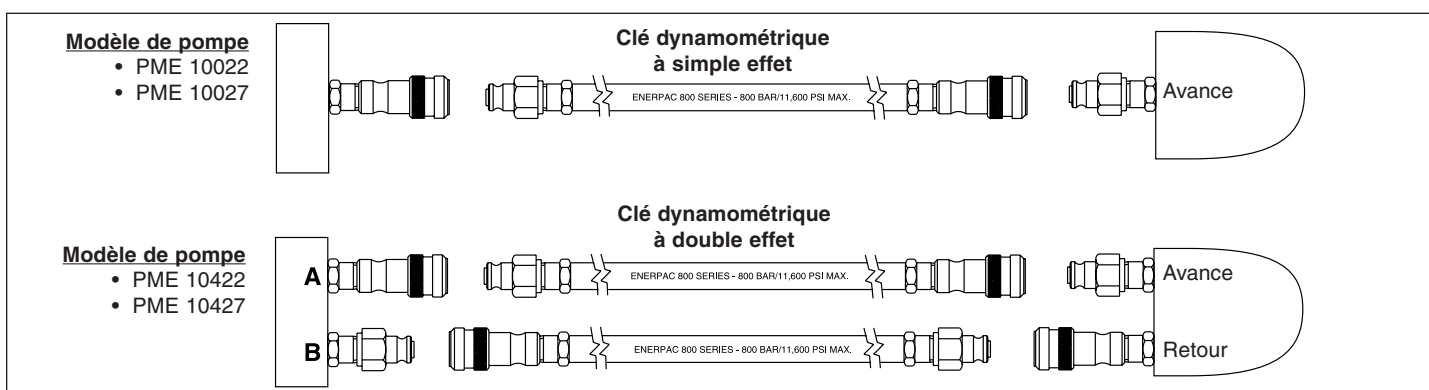

Figure 4, Schéma des raccords
2. Raccorder l'autre extrémité du flexible au raccord de la clé, comme illustré à la figure 4.
2. Raccorder les flexibles à la clé dynamométrique comme illustré à la figure 4, page 10. Avec l'ensemble pompe Enerpac et clé dynamométrique, les flexibles et raccords de la série 800 sont équipés en détrompeur pour éviter toute erreur de liaison entre l'orifice d'avance et de retour de la clé.